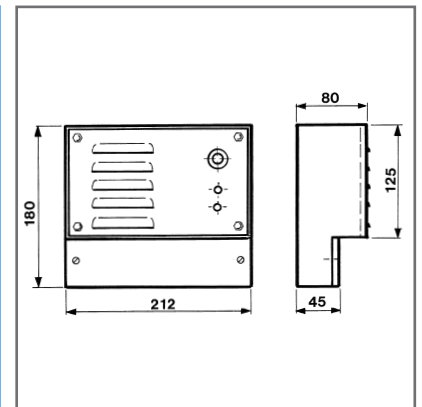

Fig. 15-2
- 24 V DC/0,8 A, siehe Fig. 15-2